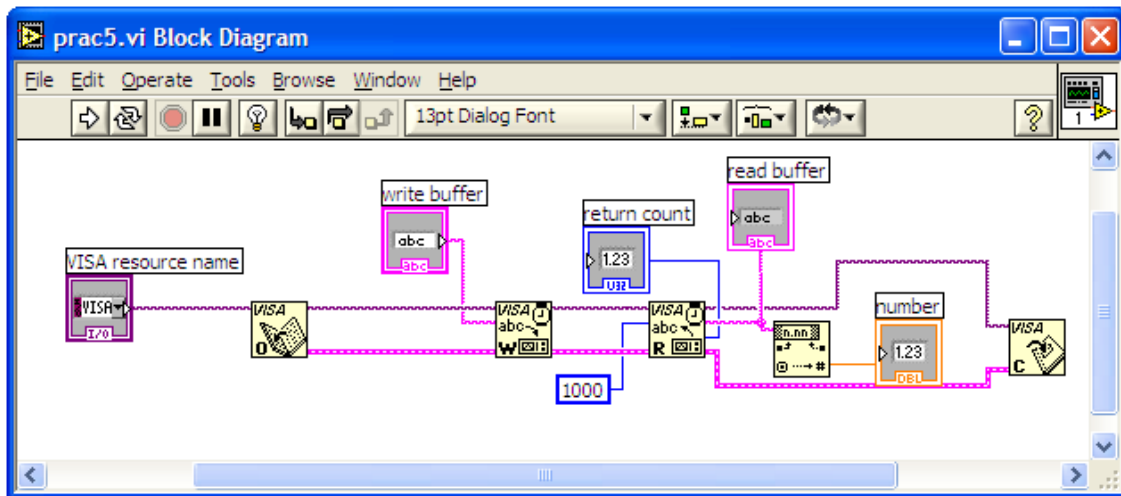

Figura 7.13: Diagrama a bloques del programa LabView para adquirir resistencia.
- 1. La herramienta VISA Open se utiliza para abrir la sesión de VISA (figura 7.13).**